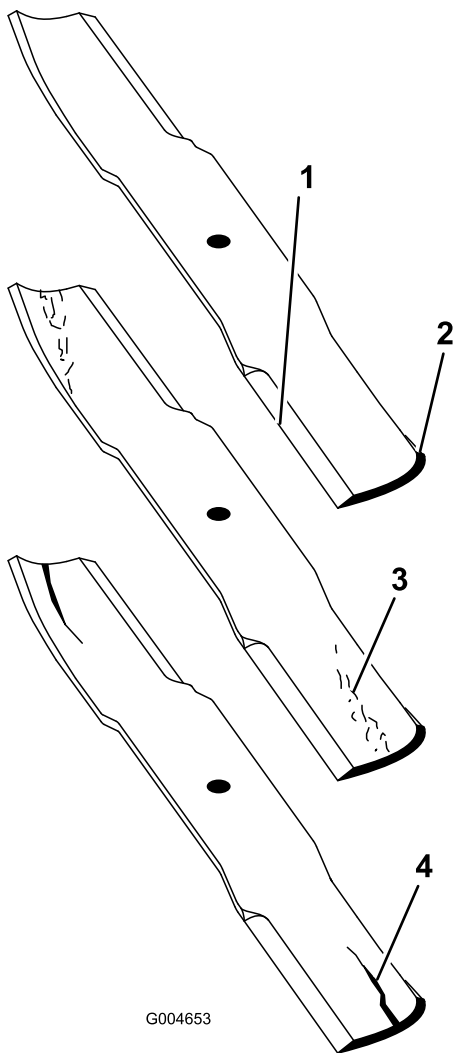

Figura 107
- Examine cuidadosamente as extremidades da lâmina, prestando especial atenção à zona onde se encontram as partes curvas e planas da lâmina (Figura 107).
Nota: A areia e os materiais abrasivos podem desgastar o metal entre as partes plana e curva da lâmina; por isso, verifique a lâmina antes de utilizar a máquina. Se verificar que esta zona se encontra desgastada (Figura 107), substitua a lâmina.